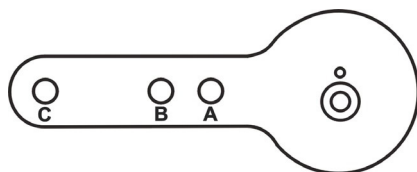

Рисунок 17 - Рычаг для привода Masoneilan модели 87/88 с несколькими пружинами
- Прикрепите правый резьбовой конец тяги к рычагу SVI II AP с помощью винта с головкой 1/4 – 20 x 1" и гайки, как показано на рисунке. Используемое положение отверстия рычага зависит от хода конкретного клапана. См. Рисунок 17 на стр. 31 и Таблицу 4 выбора механизма возвратно-поступательного клапана на стр. 32.